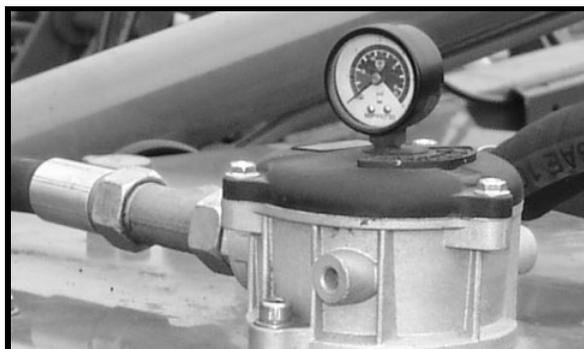

Fig. 137
1. Geeignetes Gefäß unter die Ablassschraube (Fig. 137/1) stellen (Fassungsvermögen mindestens 35 Liter).